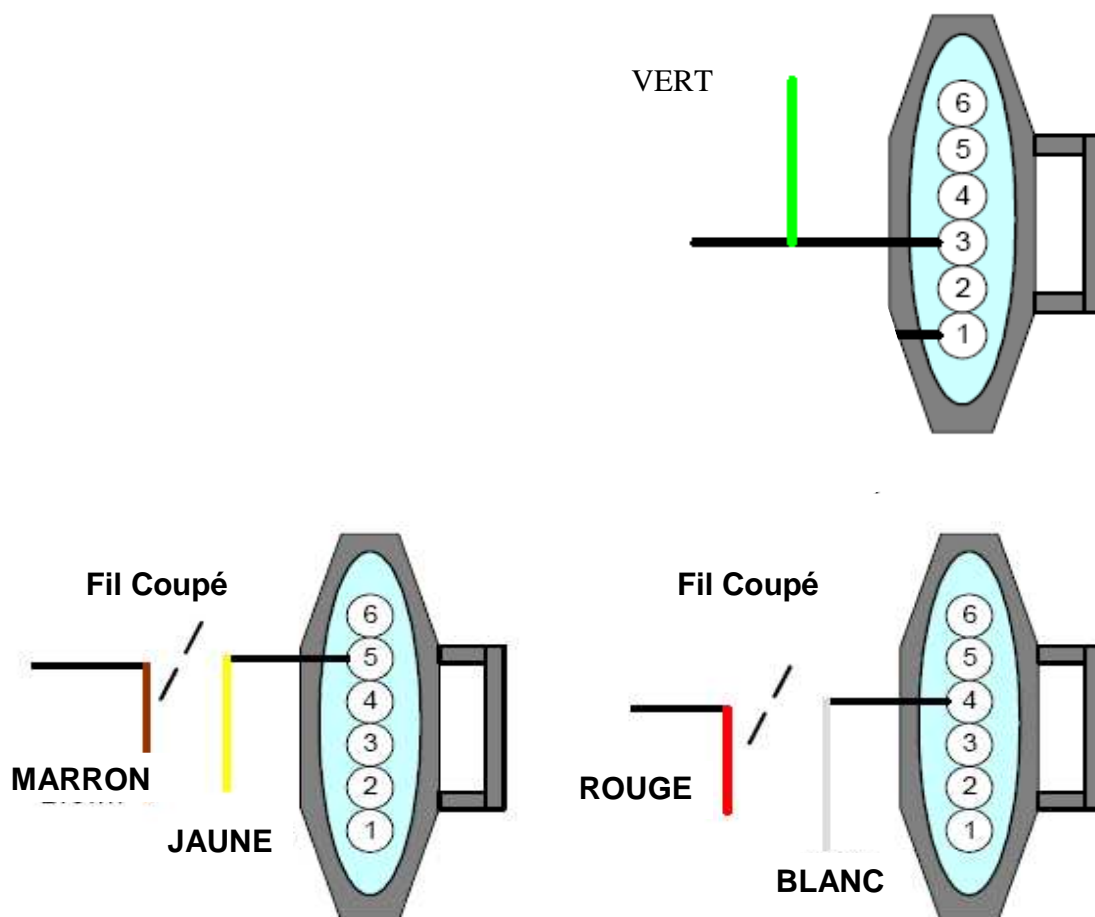

figure 2.
- Soudez le fil vert en position 1 dans le connecteur de la pédale (fig.2).
- Coupez le fil de la position 6 de la pédale d'accélérateur. Soudez le fil jaune au fil en position 6 sur le côté du connecteur. Soudez le fil marron au fil en position 6 sur le côté du câblage principal (fig.2).
- Coupez le fil de la position 5 de la pédale d'accélérateur. Soudez le fil jaune au fil en position 5 sur du connecteur. Soudez le fil marron au fil en position 5 sur le côté du câblage principal (fig.2).
- Coupez le fil de la position 1 de la pédale d'accélérateur. Soudez le fil jaune au fil en position 1 sur du connecteur. Soudez le fil marron au fil en position 1 sur le côté du câblage principal (fig.2).